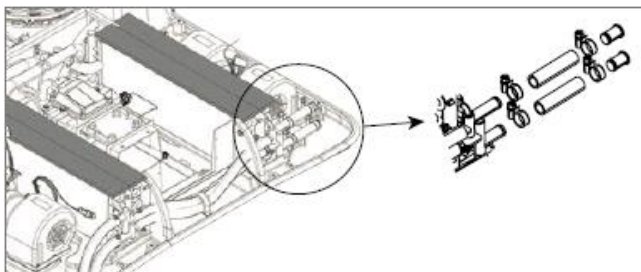

Рис. 37: Заглушки
- ▶ Установите заглушки и затянуть червячные хомуты (Рис. 37).